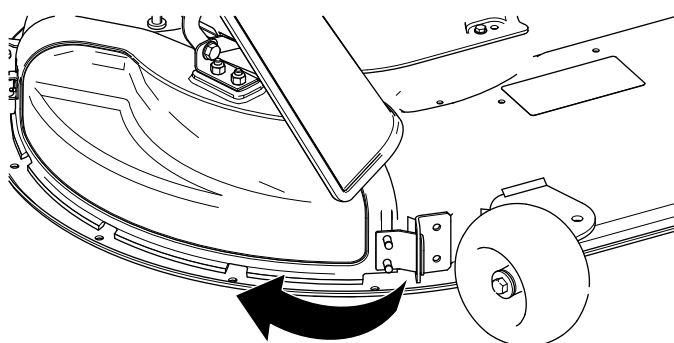

Figura 15
4. Pivotați capacul de evacuare în spate i spre punte, astfel încât capacul de evacuare să se alinieze cu puntea mainii de tuns iarba (Figura 15).